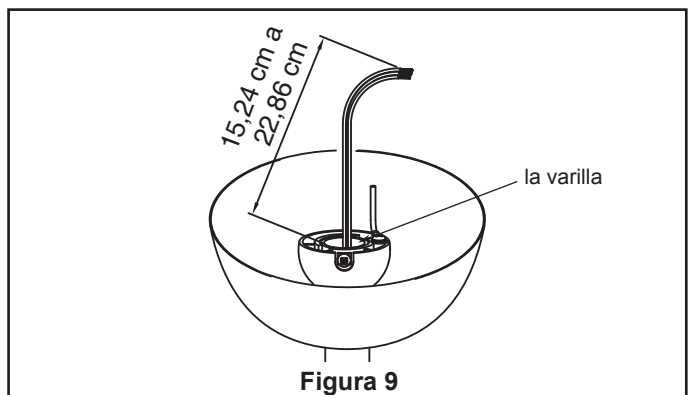

Figura 9
9. Corte el exceso de cable aproximadamente de 15 a 23 cm (6 a 9 pulgadas) por encima de la parte superior del barral. Pele 1,2 cm (1/2") del aislamiento en cada extremo del cable. (Figura 9)